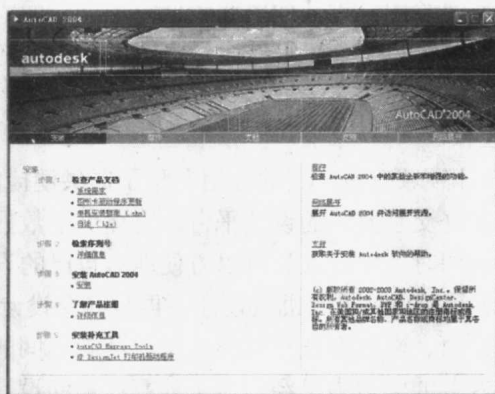
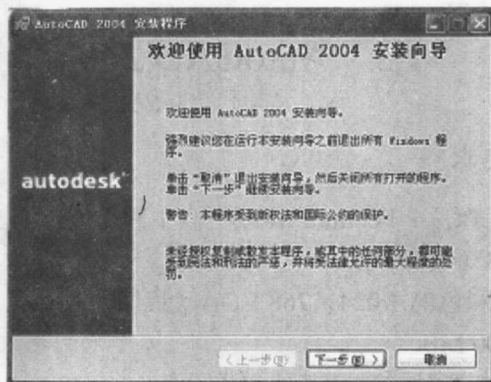

图 1-2 安装 AutoCAD 2004
图 1-3 安装 AutoCAD 2004 ——安装向导
(1) 打开 AutoCAD 2004 安装程序所在的文件夹 (可以是本地磁盘文件, 也可以是 CD-ROM 中的安装文件或者网络文件夹)。
(2) 双击 Setup.exe, 出现向导窗口, 如图 1-2 所示, 单击安装选项夹下的【安装】按钮, 出现如图 1-3 的安装向导窗口。